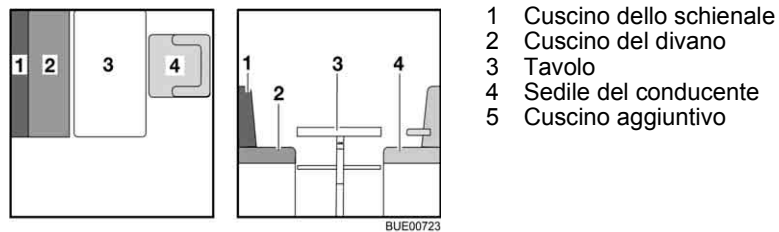

Fig. 110 Prima della trasformazione
- Ruotare il sedile del conducente (Fig. 110,4) e spostarlo completamente in avanti.
- Trasformare il tavolo (Fig. 110,3) in struttura di supporto letto (vedi paragrafo 6.10).
- Riporre il cuscino dello schienale (Fig. 110,1).